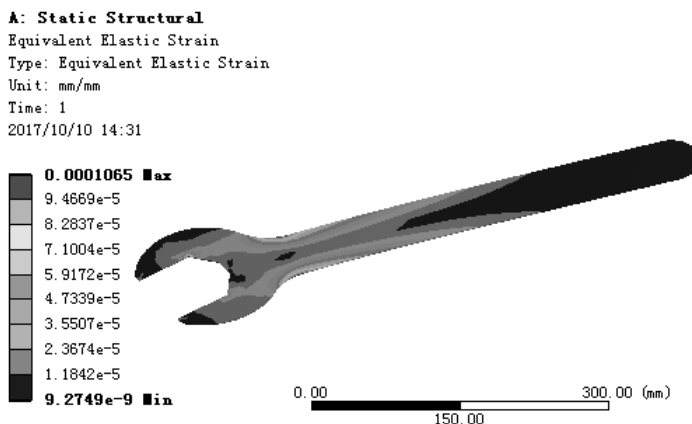

图 7.5.25 应变结果图解
(4) 查看应变结果图解。在“Outline”窗口中选中 **Equivalent Elastic Strain**，查看图 7.5.25 所示的应变结果，其最小应变为 9.2749×10^{-9} mm/mm，其最大应变为 0.0001065 mm/mm。